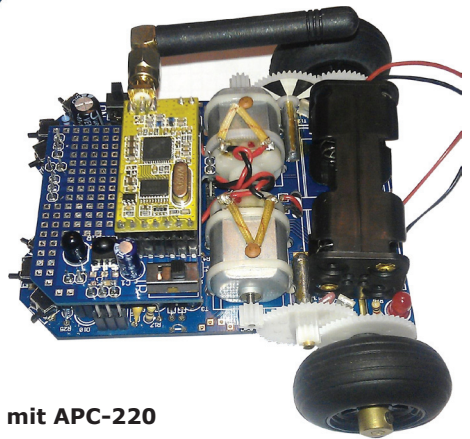

Abb. 9 : ASURO mit APC-220
A. Sie müssen zuerst die Bauteile bei den rot markierten Lötflächen auslöten und von der Leiterplatte entfernen (Abbildung 9). Verwenden Sie dazu einen speziellen LötKolben zum Auslöten beziehungsweise spezielles Litze-Material zum Auslöten.